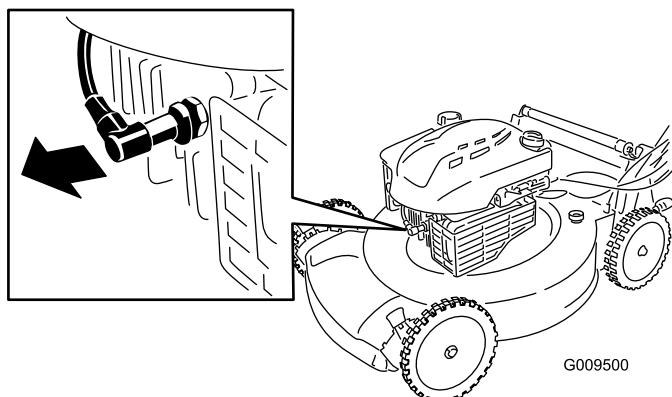

Рисунок 14
- Отсоедините провод от свечи зажигания (Рисунок 14), прежде чем выполнять любые процедуры технического обслуживания.